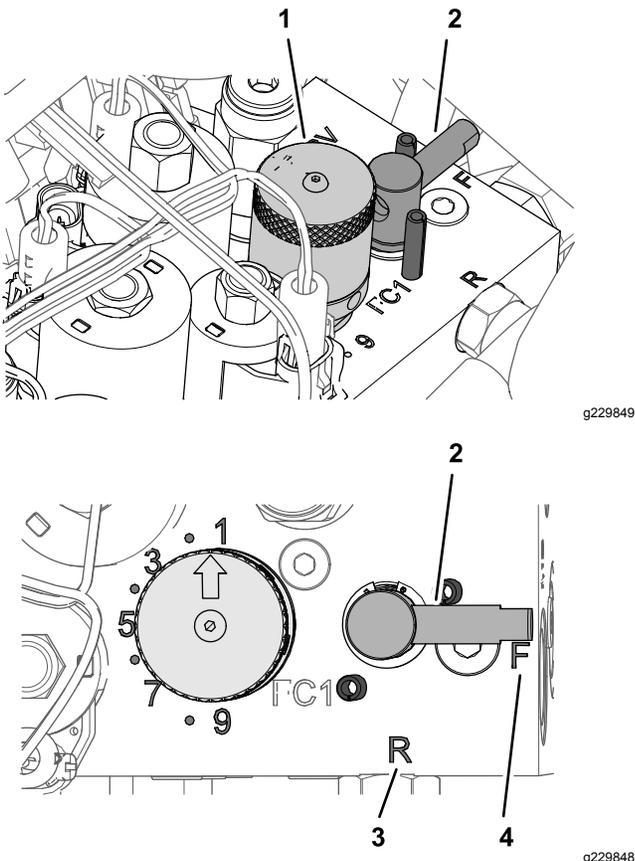

图56
4. 将倒磨控制杆转至 反转 (R) 位置图56。
5. 将滚刀速度旋钮旋转至设置 1 图56。